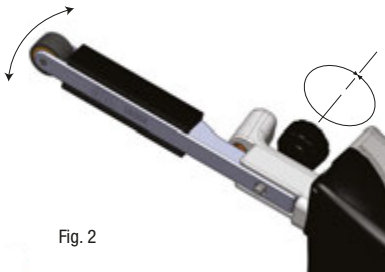

Fig. 2
1. Enquanto a ferramenta está funcionando, gire o botão de acompanhamento para a direita ou para a esquerda, para que a correia abrasiva funcione centrada sobre a roda do braço de contato. (Veja a Fig. 2)